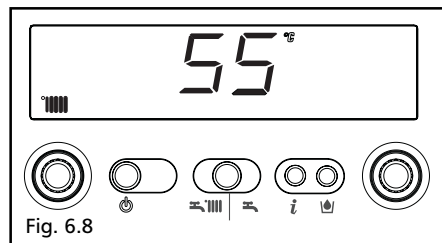

Fig. 6.8
**Info 3** visualizza la temperatura riscaldamento settata (55°C) fig. 6.8